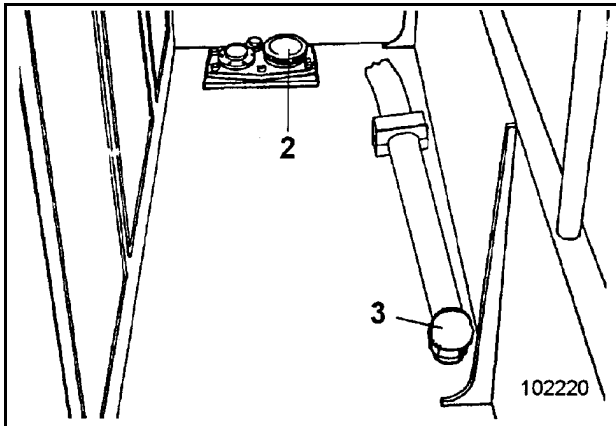

Fig. 3-58:
- Kraftstoff durch den Siebeinsatz im Einfüllstutzen (2, Fig. 3-58:) einfüllen.